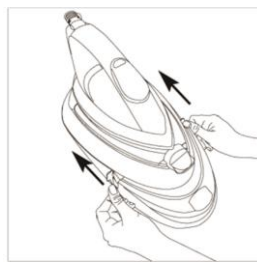

Рис. 11
3. Установите резервуар на место и убедитесь, что он плотно установлен в гнезде (рис. 11).